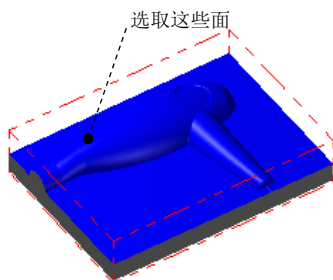

图 11.13.14 设置加工区域
Step2. 设置加工区域。在图形区中选择图 11.13.14 所示的面（共 19 个），单击 Enter 键，系统弹出“刀具路径的曲面选取”对话框。单击 按钮，完成加工区域的设置，同时系统弹出“曲面残料粗加工”对话框。